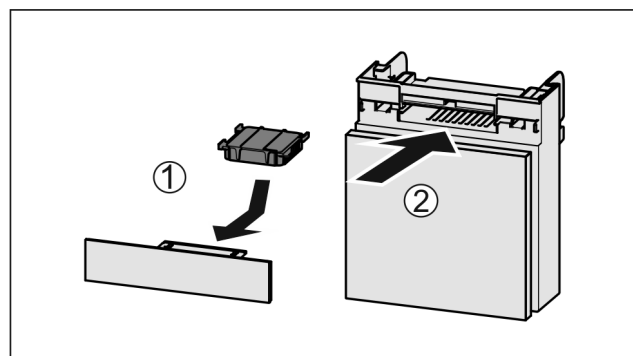

Fig. 227
- Установите фильтр с активированным углем, как показано на рисунке Fig. 227 (1).
- Вставьте отделение Fig. 227 (2).